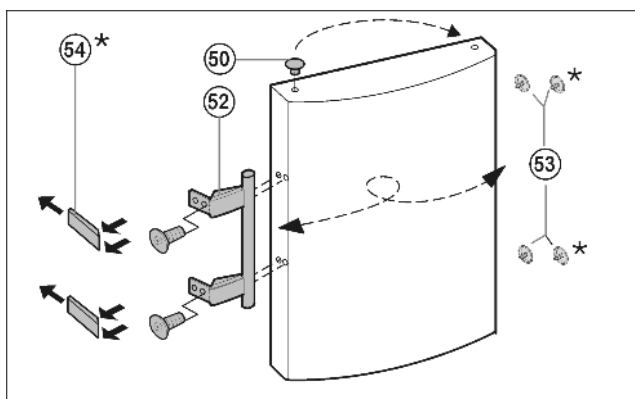

Fig. 14
- ▶ Извлеките пробку *Fig. 14 (50)* из опорной втулки дверцы и переставьте.
- ▶ Снимите и переставьте на противоположную сторону дверную ручку *Fig. 14 (52)*, пробку *Fig. 14 (53)* и прижимные пластины* *Fig. 14 (54)*.